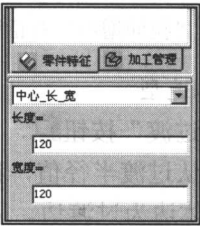

图 0-3 立即菜单
(2) 单击工具栏中的“矩形”按钮, 在弹出的立即菜单中单击“两点矩形”, 将立即菜单中的选项选择为“中心_长_宽”, 在长度输入框内输入“120”后, 单击 **Enter** 键。采用同样方法, 调整矩形宽度边为“120”, 如图 0-3 所示。